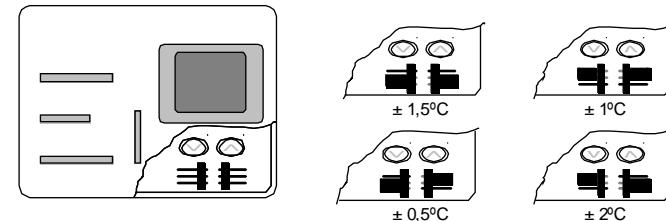

Fig. 2 / Abb. 2
Dead zone value jumper, only for models with automatic operation. (Fig. 2).
- 4.- Colleghi i cavi elettrici del termostato seguendo lo schema di collegamento. (Fig.2).
Jumper di valore della zona morta, solo per modelli con possibilità di funzionamento automatico. (Fig. 2).